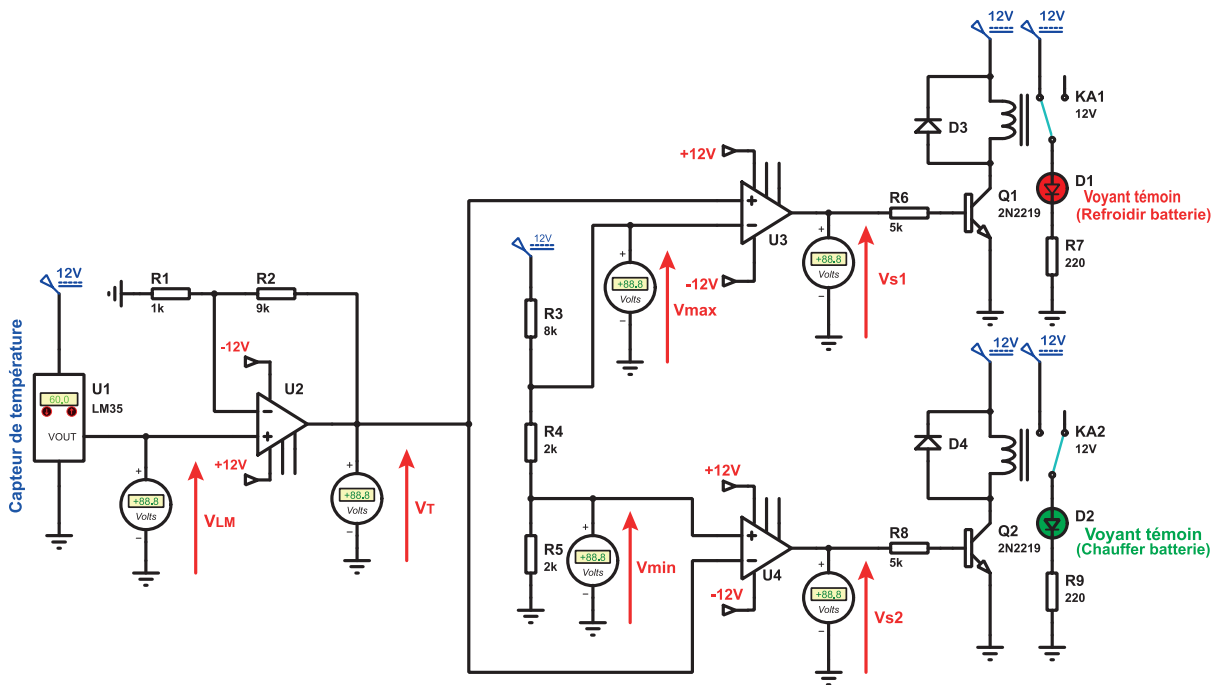

Figure 12
- Simuler le montage de la figure 12 et conclure sur la fonction assurée par chaque circuit en complétant les phrases ci-dessous par les termes :